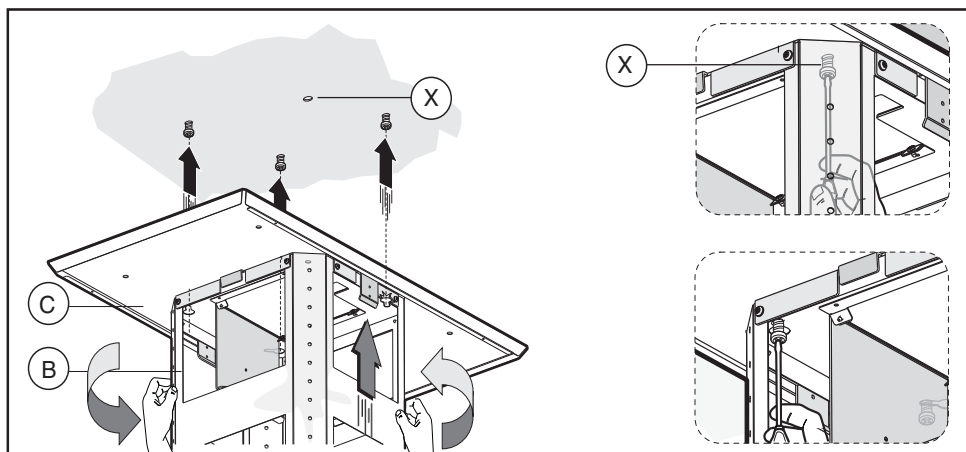

Fig.6
- Aгарre na parte superior da estrutura **B** (fig. 6) e enfie-a nos 3 parafusos não aparafusados completamente na correspondência das 3 anilhas.
Rode ligeiramente até encaixar (fig.6).